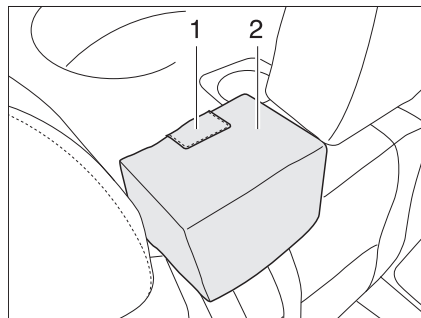

Fig. 11 Cinturón de seguridad banco
- Presionar el soporte de cinturón (Fig. 11,2) fuertemente hacia abajo con ambas manos y soltarlo. El soporte de cinturones permanecerá a la altura deseada.
- Presionar sobre la zona marcada (Fig. 11,1) del cojín. Se suelta el bloqueo. El soporte de cinturones se desplazará hacia arriba.